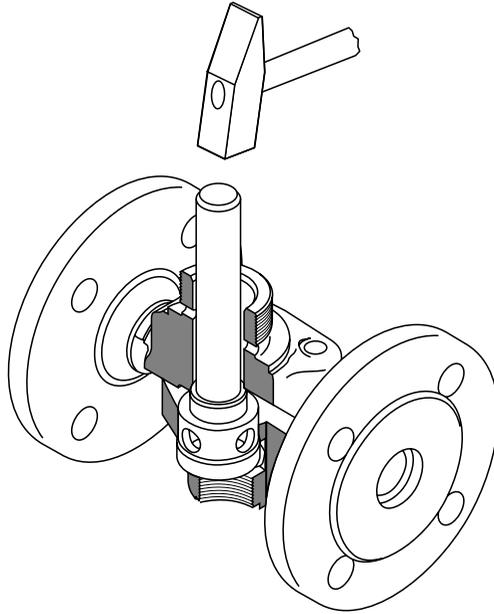

Fig. 7
13. Faire sortir le siège **H** du corps **I** avec un perceur (acier). **Fig. 7**